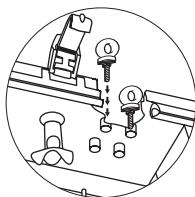

Рисунок 11
– при монтаже на потолок светильников вверните рым-болты в отверстия корпуса светильника (рисунок 11), закрепите корпус светильника на предварительно установленные на потолке крепежные элементы;